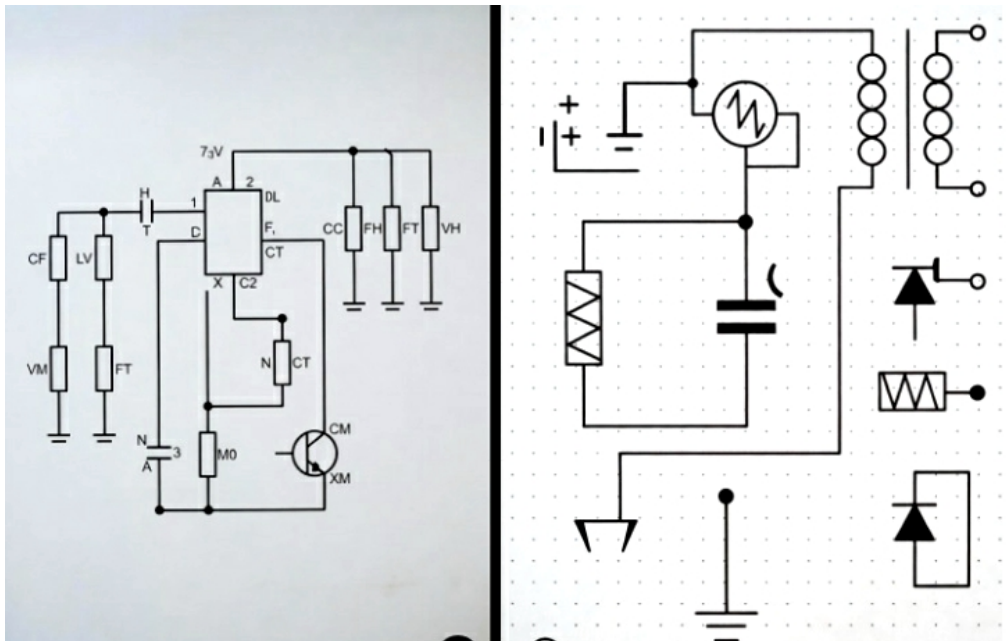

Рисунок 3 Схема SPI Master-Slave обміну
2. **Master (передавач):** Має Генератор тактових імпульсів, який генерує сигнал **SCLK**. (рис. 3)